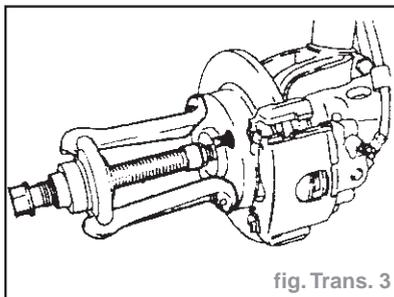

fig. Trans. 3
- Dévisser l'écrou d'embout d'arbre de roue et extraire l'embout d'arbre de roue du moyeu de roue avec un extracteur standard (fig. Trans. 3).